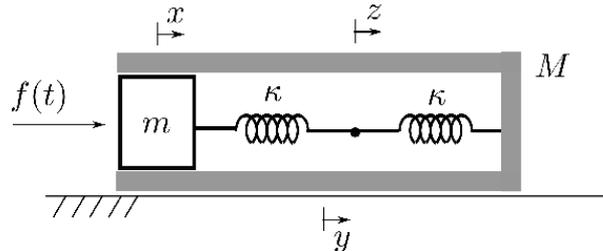

Figura 4 – Sistema mecânico caixa de elevador.
4. No sistema mecânico da Figura 4, uma massa m encontra-se no interior de uma caixa aberta de massa M . O coeficiente de atrito viscoso entre as superfícies das duas massas